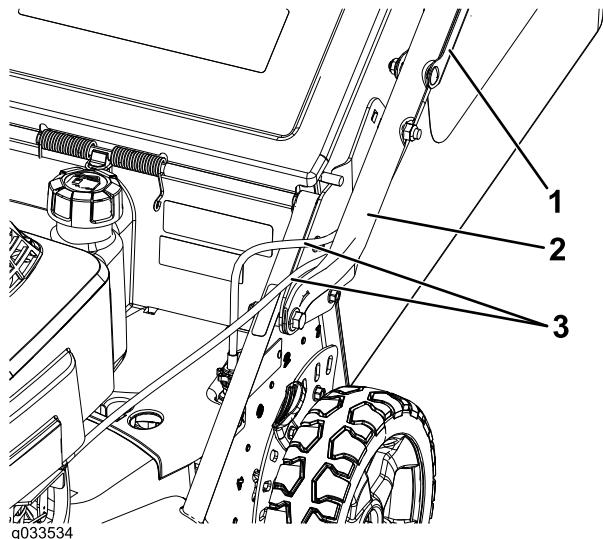

Figura 4
4. Amplasai cablurile de comandă între punte i mâner pentru a le proteja împotriva deteriorării (**Figura 4**).